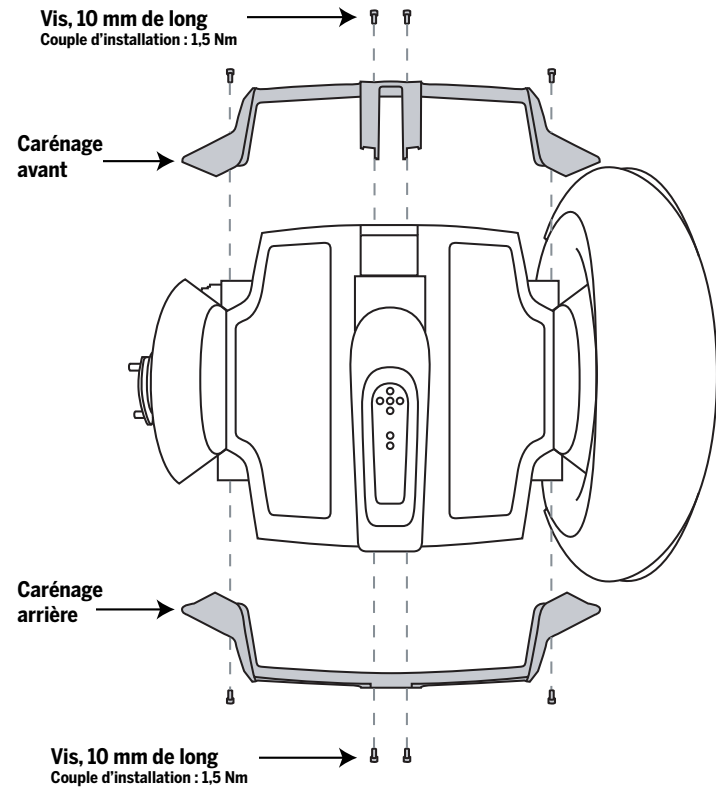

Figure 3. Retrait ou installation du carénage
7. La roue et le garde-boue étant retirés, ôtez les (4) vis du carénage à l'aide d'une clé hexagonale de 4 mm. Référez-vous à la figure 3.
9. Pour remplacer le carénage, vissez sans serrer les (4) vis de 10 mm de long (incluses dans ce kit) dans le carénage. Serrez les vis à un couple de 1,5 Nm à l'aide d'une clé hexagonale de 4 mm. Référez-vous à la figure 3.